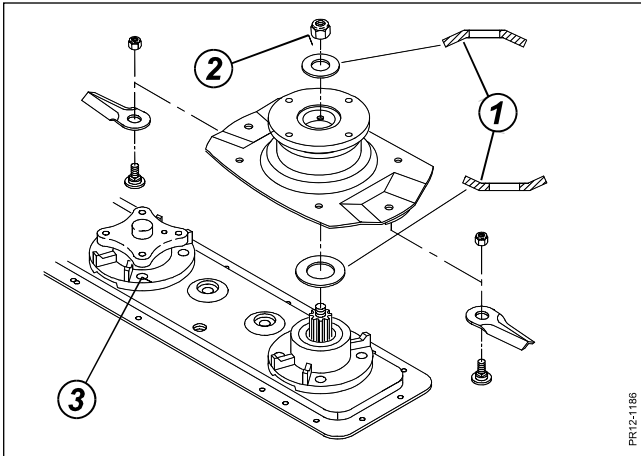

Fig. 5-13
Fig. 5-13 Fjederskiven (1) over indgangsskiven vendes, som vist, med den buede side opad. Møtrikken (2) spændes til **190 Nm** (19 Kpm.). Boltene (3), der fastholder skivelejehuset til bjælken, spændes til **85 Nm** (8,5 Kpm.).